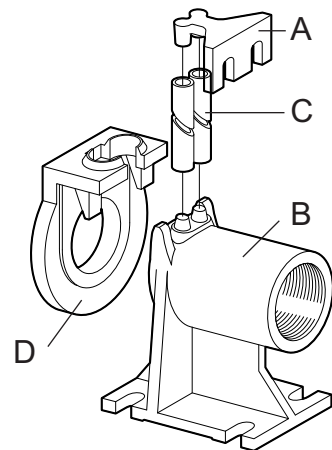

Fig. 7 Kopplingsfot
- Fäst förankringsbygeln för styrrören (fig. 7 - pos. A) i tankens kant.
- Placera stödfoten för automatisk förankring (fig. 7 - pos. B) på brunnens botten. Använd ett lod för att kontrollera att de koniska utstickarna för anslutning av styrrören är helt lodräta i förhållande till motsvarande utstick på förankringsbygeln på tankens kant. Kontrollera även planheten med hjälp av ett vattenpass.
- Märk ut läget för hålen på stödfoten. Fastställ därefter styrrörens (fig. 7 - pos. C) exakta längd.
- Montera specialflänsen (fig. 7 - pos. D) med slid och skena på pumpens utloppsrör. Haka fast vajern eller kedjan vid handtaget eller hålet upptill på pumphuset.